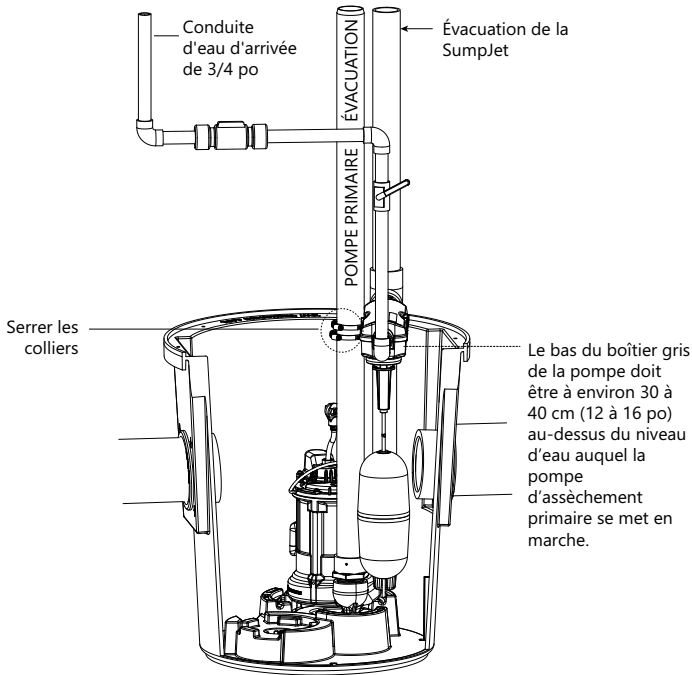

Figure 2. Mise en place de la SumpJet
1. À l'aide des colliers de serrage fournis, fixer la SumpJet au tuyau d'évacuation existant. Poser la pompe de manière à ce que le niveau d'actionnement du flotteur soit à quelques centimètres au-dessus de celui du flotteur de la pompe d'assèchement principale. (Se référer à Figure 2). Serrer les colliers de serrage du tuyau d'évacuation.